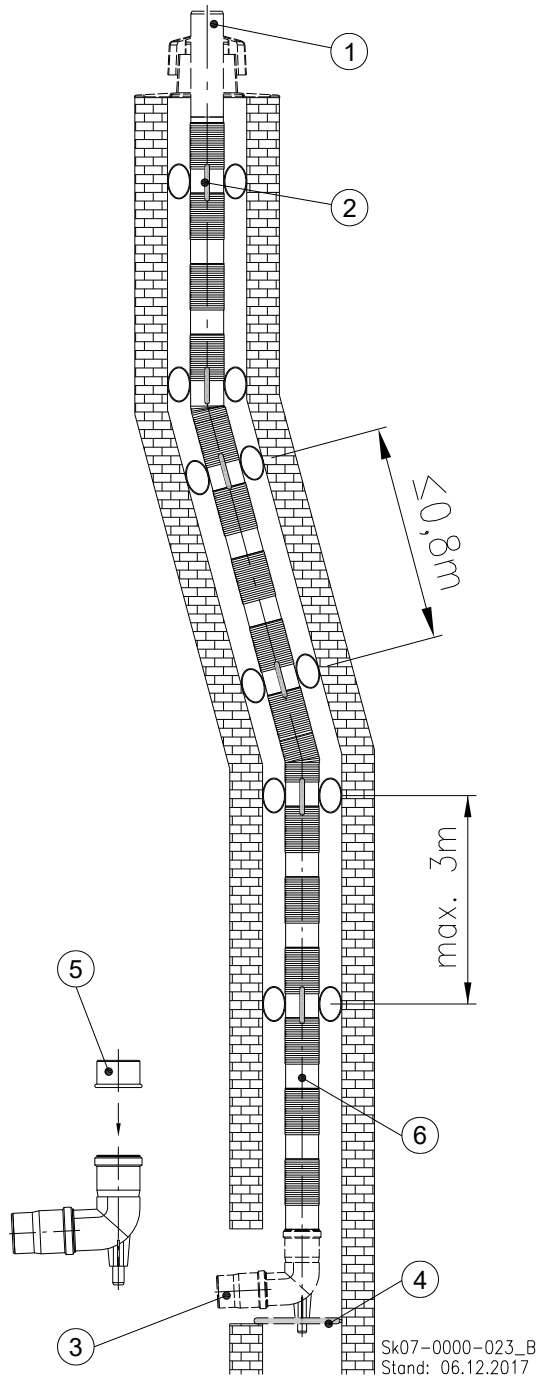
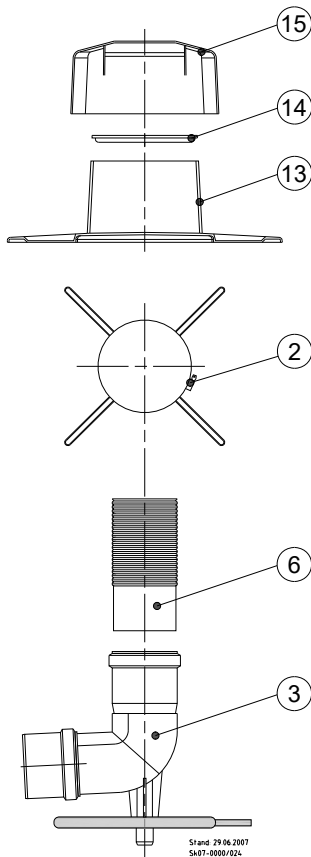

Abb. 27: Kaminsystem, flexibel
Abb. 29: Detail-Zeichnung Befestigung Schachtabdeckung
Legende zu Abb. 27:
- ➔ Säubern und entgraten Sie das Einsteckende des Abgasrohres ⑥ (s. Abb. 27).
- ➔ Reiben Sie das Einsteckende des Abgasrohres ⑥ mit säurefreiem Gleitmittel ein.
- ➔ Stecken Sie das sichtbare glatte Ende des Abgasrohres ⑥ in den auf dem Auflager sitzenden Stützbogen ③.
Legende zu Abb. 29:
- ➔ Schieben Sie als erstes das Unterteil der Schachtabdeckung ⑬ (s. Abb. 29) über das Leitungsende Abgasrohr ① (s. Abb. 27).
- ➔ Spreizen Sie die Flexrohrklemme ⑭ auf.
- ➔ Schieben Sie die aufgespreizte Flexrohrklemme über das Leitungsende bis zum Unterteil der Schachtabdeckung ⑬.